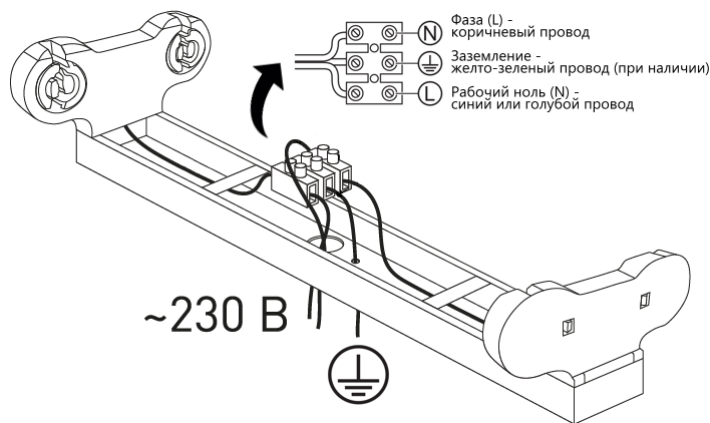

Рисунок 1
8.5 Выньте патроны из светильника и зафиксируйте их в пазах на концах светильника, направив пазами патронов к центру светильника (см. рисунок 1).